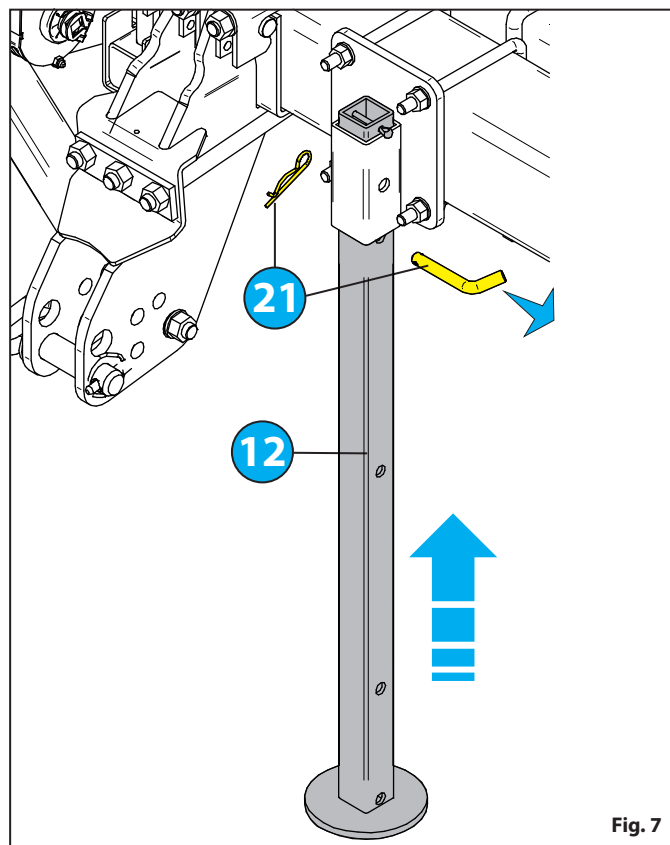

Fig. 7
- Zablokować podpory poprzez ponowne wprowadzenie sworzni blokujących **21** «Fig. 7».